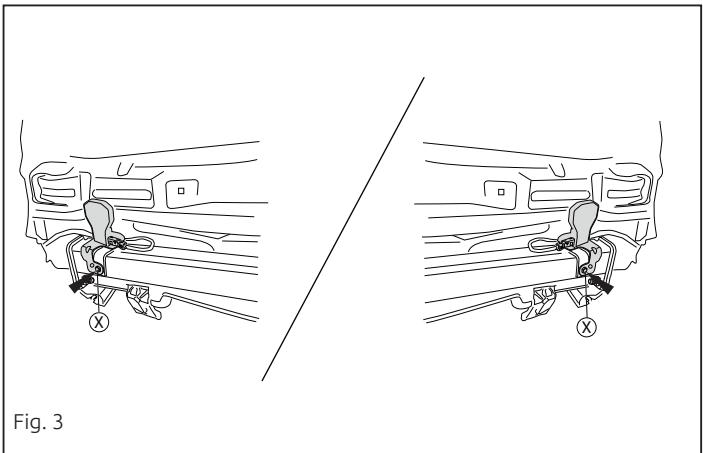

Fig. 3
7. Установить детали, указанные в рис. 3.